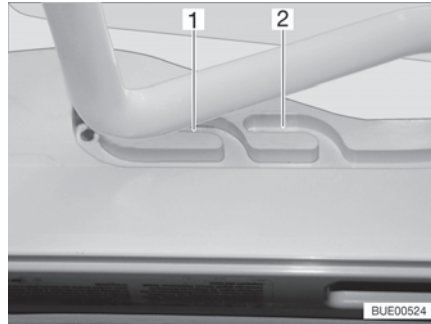
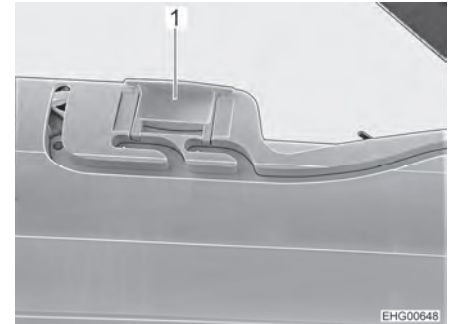

Bild 32 Führung (Lüftungsstellung)
Bild 33 Verriegelung (Lüftungsstellung)
Die Heki-Dachhaube kann in zwei Lüftungsstellungen gebracht werden: Schlechtwetterstellung (Bild 32,1) und Mittelstellung (Bild 32,2). Je nach Modell kann die Dachhaube in der Mittelstellung mit den beiden Riegeln (Bild 33,1) links und rechts am Rahmen der Dachhaube verriegelt werden.
- Den Bügel leicht nach oben drücken und in die gewählte Führung (Bild 32,1 oder 2) schieben und ggf. verriegeln.